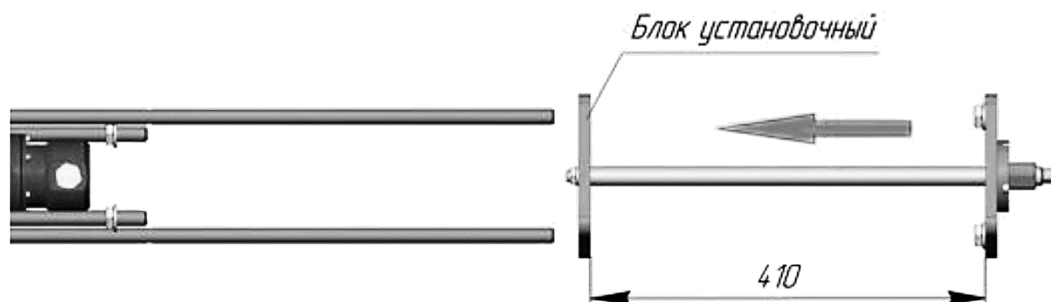

Рисунок 130 – Протяжка блока установочного через шпильки
– на шпильки M16 (поз.4, рисунок 129) установить гайки и шайбы, установить блок установочный через шпильки M16 опорные (рисунок 130), обеспечив при этом расстояние (410 ± 2) мм между фланцами блока установочного;